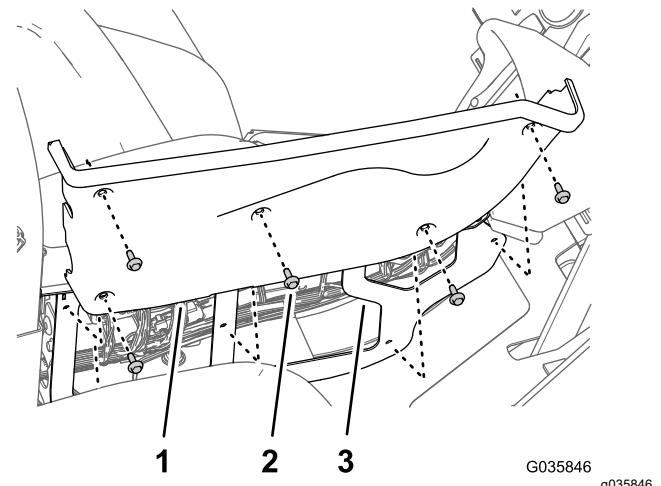

Bild 39
1. Entfernen Sie die fünf Bundkopfschrauben ($\frac{1}{4}$ " x $\frac{3}{4}"), mit denen die rechte Abdeckung an der mittleren Konsole befestigt ist (Bild 39).$
2. Entfernen Sie die Kippschalter für die rechten und linken Bedienelemente für das Anheben des Auslegers von der mittleren Konsolenplatte (Bild 39).
6. Fluchten Sie die Löcher in der rechten Abdeckung mit dem Rahmen der mittleren Konsole aus (Bild 39).
7. Befestigen Sie die seitliche Abdeckung mit den fünf Bundkopfschrauben (1/4" x 3/4"), die Sie in Schritt 1 entfernt haben, an der mittleren Konsole (Bild 39).